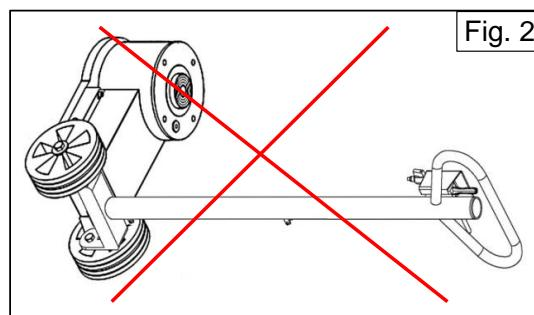

Fig. 2
**NE PAS** placer le cric sur le côté. (même pas pendant le transport) (Voir Fig. 2).
**NE PAS** retourner le cric à l'envers. (même pas pendant le transport) (Voir Fig. 2).